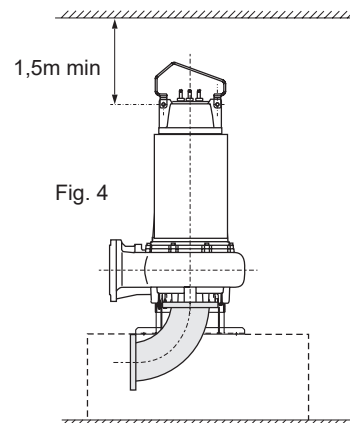

Fig. 4
- 1 - Electrobomba disposta com eixo rotor na vertical, sobre pé de sustentação próprio e curva flangeada na aspiração (fig.4). Para a movimentação da máquina, desmonte a pega e remonte-a noutra posição; desta forma ao elevá-la o eixo da máquina fica na vertical.